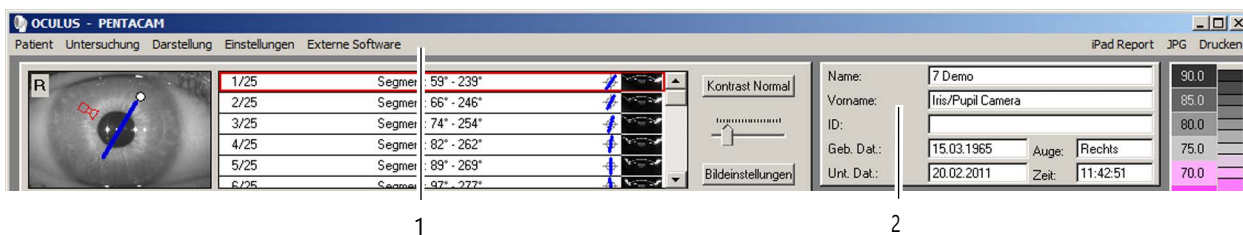

Fig. 8-1: Menüleiste Pentacam® / Pentacam® HR-Programm
- ➔ Wählen Sie im Pentacam®-Programm (*Abb. 8-1, Seite 28*) den Menüpunkt [Untersuchung] und klicken Sie auf [Scan].